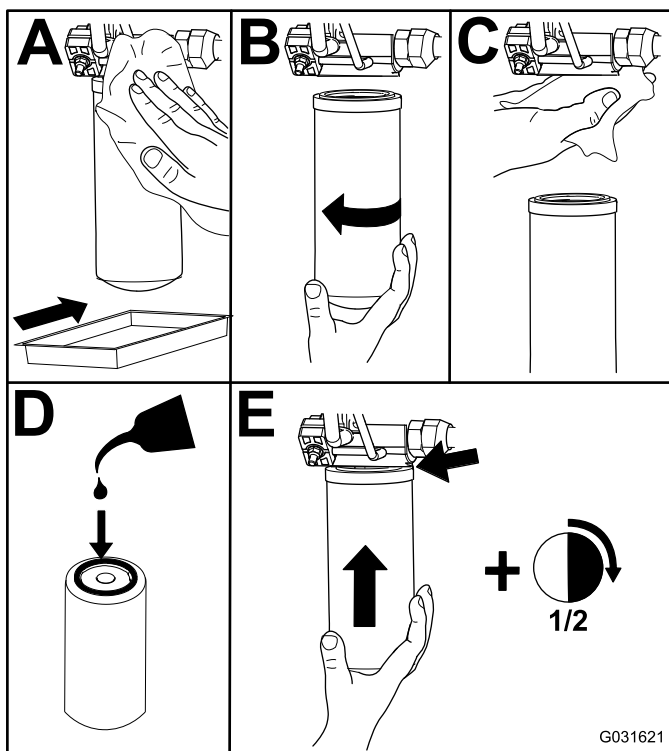

Figura 98
2. Cambie los filtros hidráulicos (Figura 98).